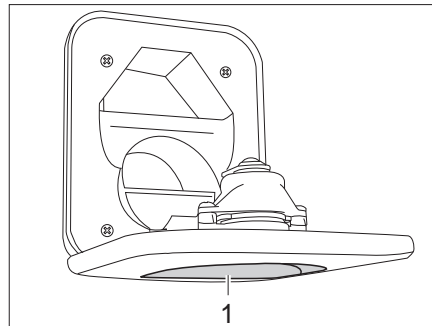

Fig. 257 Bec de remplissage d'eau fraîche pour les toilettes
- Ouvrir le bec de remplissage d'eau fraîche pour les toilettes (Fig. 257,1) au-dessus du portillon pour le réservoir pour matières fécales et le faire pivoter vers le bas.